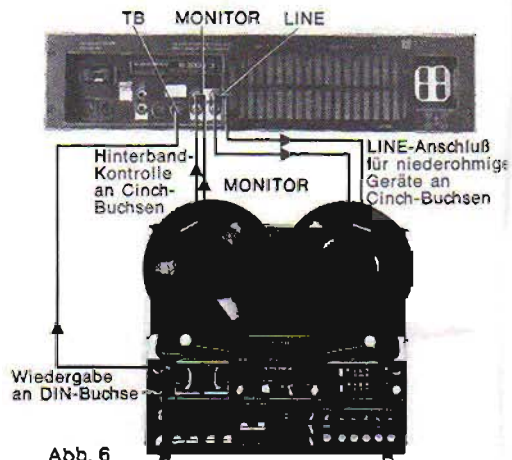

Abb. 6
In Verbindung mit den Monitor-Buchsen ⑮ können Sie an den Line-Ausgang auch ein Mischpult oder eine Halleinrichtung anschließen und bei Monitor-Betrieb wiedergeben. Die Abbildung 6 zeigt das Anschlußschema für TB-Aufnahme mit Monitor- und Line-Buchsen.